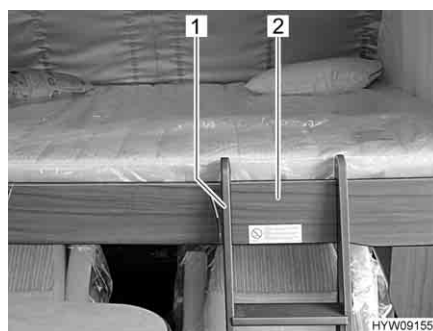

Fig. 91 Scaletta di accesso (letto basculante)
- Agganciare la scaletta di accesso (Fig. 91,1) con entrambe le staffe al bordo (Fig. 91,2) del letto basculante. Durante l'aggancio prestare attenzione affinché le staffe vengano posizionate mediante i dispositivi di fissaggio interni. Questo serve a impedire che la scaletta di accesso scivoli di lato.
- Staccare la scaletta di accesso (Fig. 91,1) dal bordo (Fig. 91,2) del letto basculante.